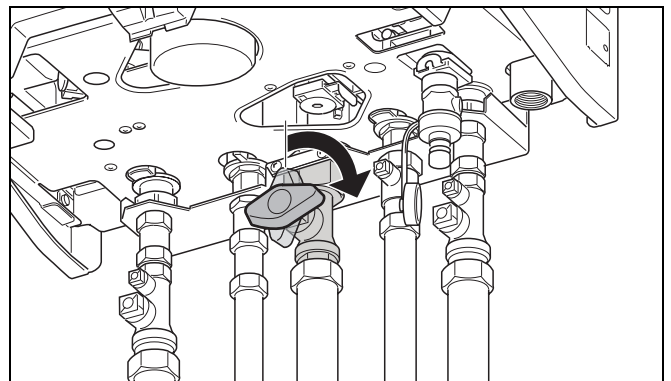

Abb. 21 Gashahn schließen (hier: geschlossen)
- Hauptabsperreinrichtung oder Gashahn schließen (Abb. 21).